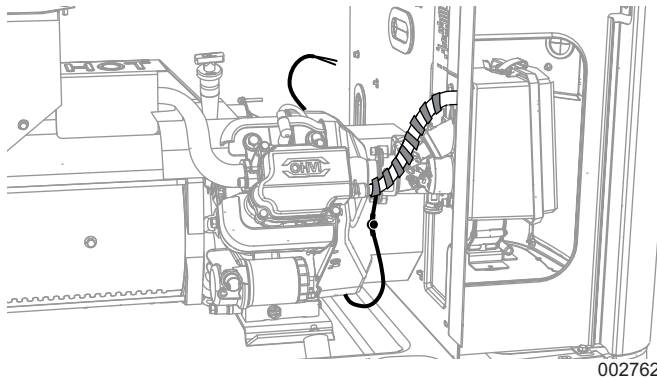

Figure 4. Acheminement des fils du chauffe-reniflard (modèles de 9 kW)
2. Voir la Figure 4. Achemenez les fils à l'arrière du moteur en les faisant passer sous ce dernier, comme il est indiqué sur l'image.